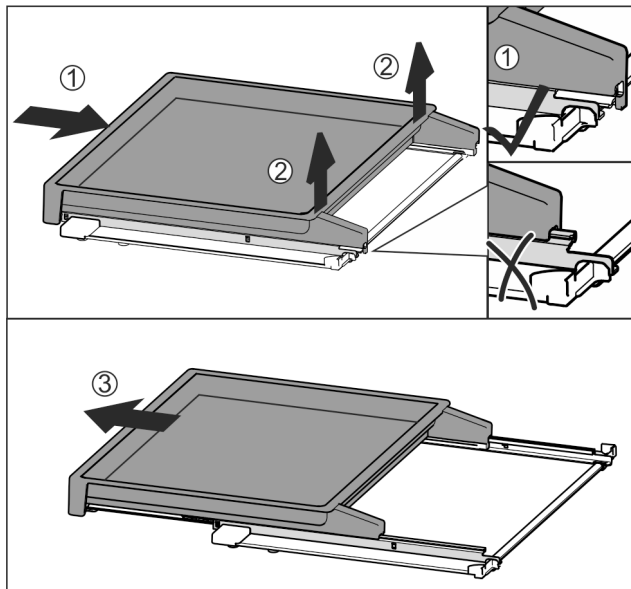

Fig. 50
- ▶ Vysouvací přihrádku zcela zasuňte Fig. 50 (1).
- ▶ Uvolněte západku na zadní straně Fig. 50 (2).
- ▶ Vysouvací přihrádku vyjměte směrem dopředu Fig. 50 (3).